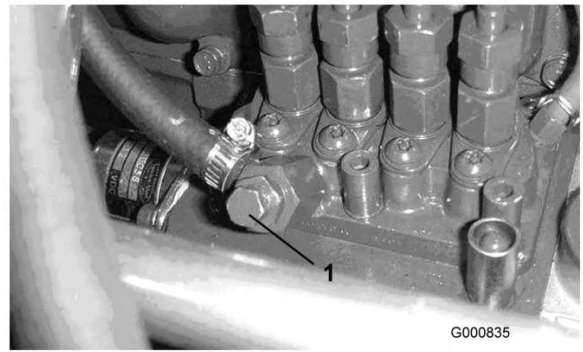

図 38
5. 燃料噴射ポンプについているエア抜きネジ (図 38) をゆるめる。